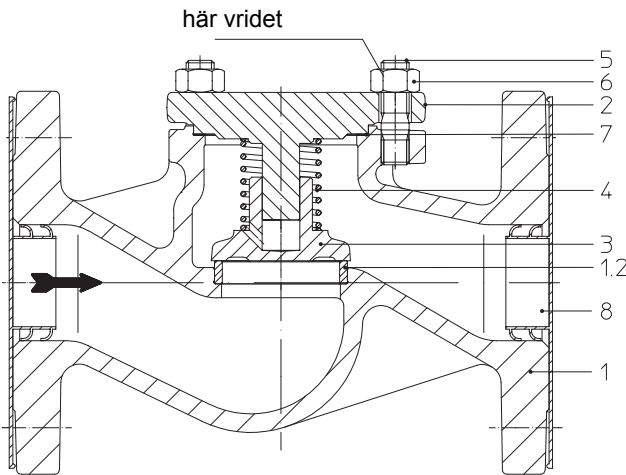

Fig 1: Backventil - genomgångsform
Sätet (pos 1.2) och/eller käglan (pos 3) skadade genom främmande partiklar (fig 1- 4; sid 4).	Byt ut armaturen, konsultera leverantören / tillverkaren.